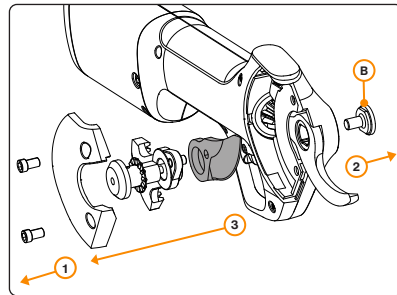

Figura 8. Schimbarea lamei de tăiere. Urmați succesiunea numerelor.
3. Slăbiți șuruburile de blocare a lamei. Rotiți de două ori cele (2) șuruburi imbus de 4 mm (Figura 8, Pasul 1)
4. Deșurubați șurubul de montare a lamei. (Figura 8 Pasul 2, imaginea B)
5. Schimbați lama veche cu lama nouă. (Figura 8 Pasul 3)